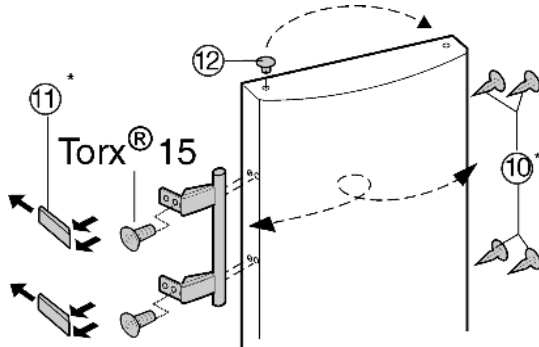

Fig. 7
- ▶ Enlever le bouchon Fig. 7 (12) du coussinet de la porte et le permuter de l'autre côté.
- ▶ Démontez la poignée de porte, le bouchon Fig. 7 (10) et les plaques d'appui Fig. 7 (11) puis les repositionner sur le côté opposé.